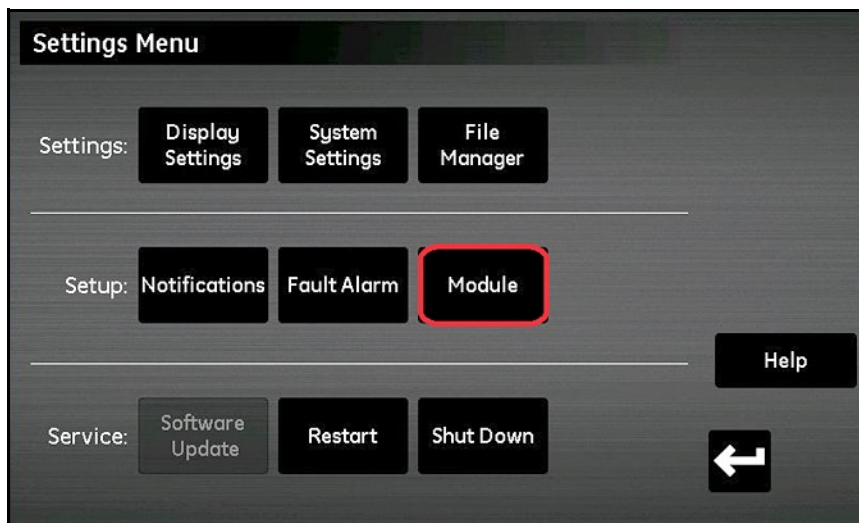

Figura 94: Actualización del módulo
4. En la sección **Configuración**, pulse el botón **Módulo** (consulte la *Figura 94*).